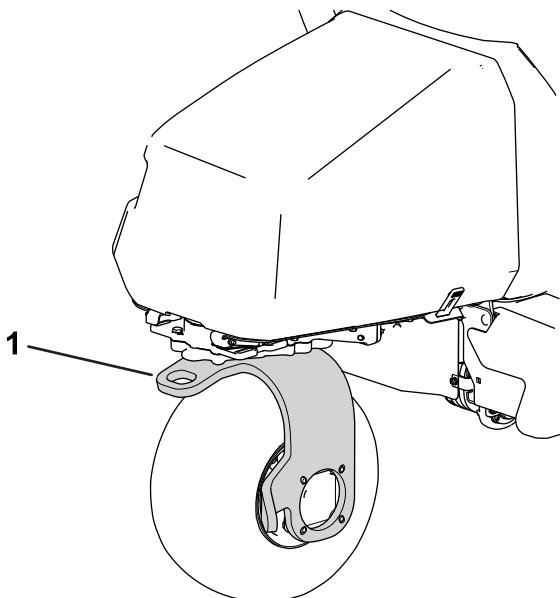

図 39
13. マシンの後キャスターフォークに牽引ロープを取り付けて牽引する図 39。